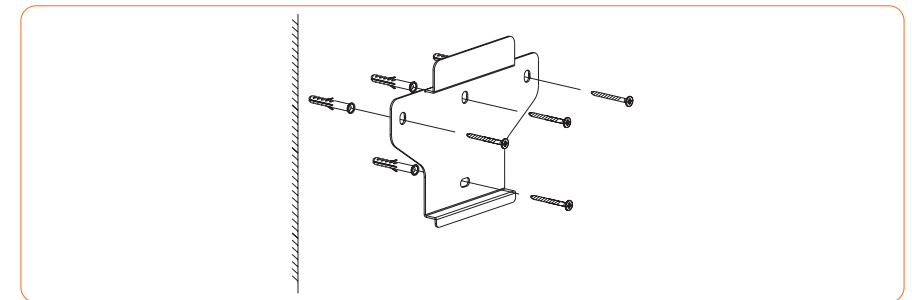

Abbildung 4-6 Abmessungen der Wandhalterung
③ Führen Sie die Dübel in die Löcher ein und ziehen Sie sie fest. Befestigen Sie dann die Halterungsschrauben an der Wand, indem Sie einen Kreuzschraubendreher verwenden, wie in Abbildung 4-6 gezeigt: